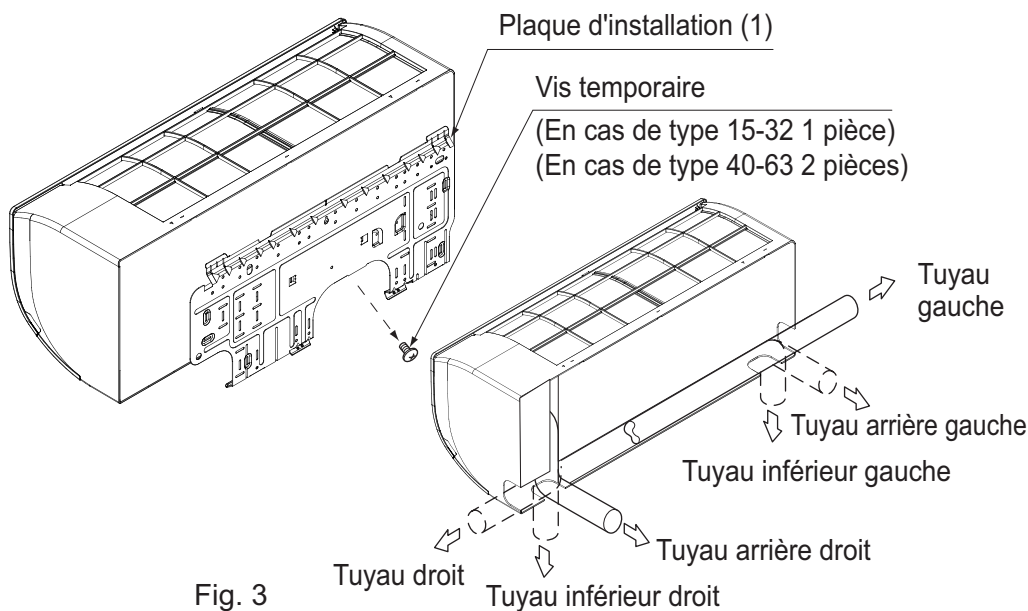

Fig. 3
(1) Pratiquez le trou de passage des tuyaux.
- Le passage des tuyaux de réfrigérant et d'évacuation peut être effectué de l'une des 6 manières suivantes: par la gauche, par la partie inférieure gauche, par l'arrière gauche, par la droite, par la partie inférieure droite et par l'arrière droite. **(Reportez-vous à la Fig. 3)**
(2) Enlevez la plaque d'installation (1) de l'unité et montez-la au mur.
(Reportez-vous à la Fig. 3)